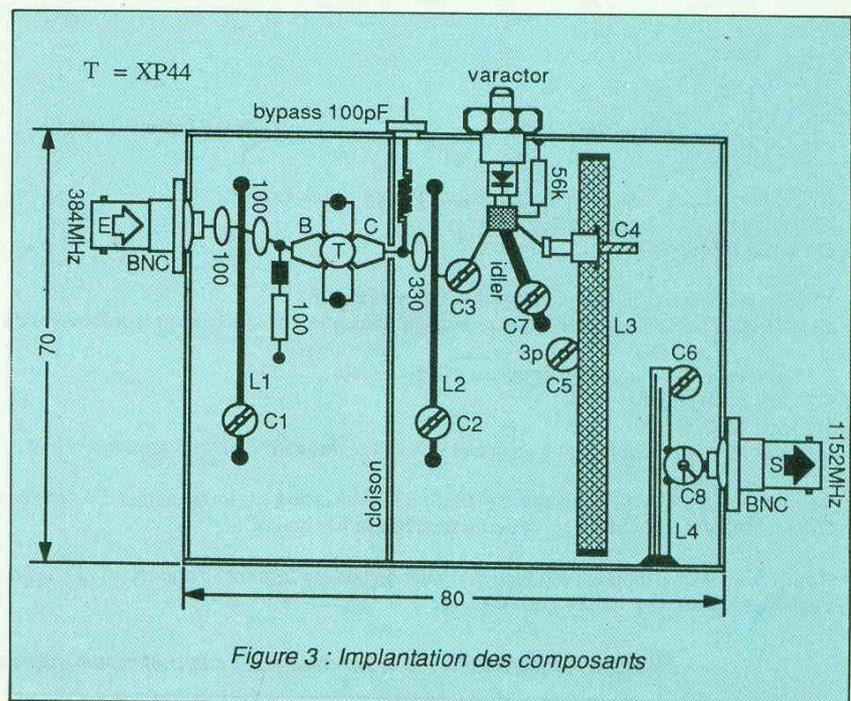

Figure 3 : Implantation des composants
### REGLAGES DU MELANGEUR 10368 (montage de la figure 3)
L'ensemble de la figure 3 ainsi réglé donne le maximum de HF. La puissance de sortie mesurée à l'aide d'un Bolomètre confirme bien que le rendement d'un Varactor en mélangeur ne dépasse pas 30 % ; que suivant le type de Varactor, avec la même excitation HF de 1136 MHz, le produit harmonique de la multiplication par 9 est très variable. En moyenne, pour 500 mW HF de 1136 MHz, nous sortons de 10 à 20 mW de 10224, donnant en moyenne de 3 à 6 mW HF de SSB ou FM 10368 MHz. Les différents éléments de la figure 3 forment un émetteur SSB 10 GHz complet ; les transitions peuvent être supprimées, filtres et tronçons de guide d'onde sont raccordés bout à bout.
**IMPLANTATION DES COMPOSANTS (figure 3)**